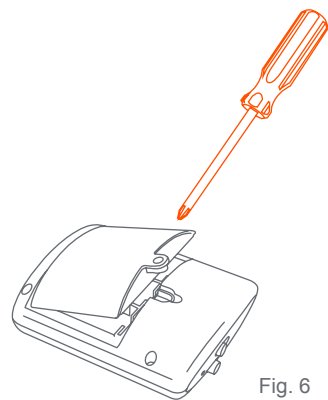

Fig. 6
- 6) • Remove the battery cover using a Philips screwdriver (Fig. 6). Install two size C batteries and replace the battery cover. Do not overtighten the screw.
- Use un destornillador Phillips para retirar la cubierta de las pilas (Fig. 6). Instale dos pilas tamaño C y reemplace la cubierta de las pilas. No ajuste de más el tornillo.
- Utilisez un tournevis cruciforme pour enlever le couvercle des piles (Fig. 6). Installez deux piles taille C, puis remplacez le couvercle des piles. Ne pas trop serrer la vis.